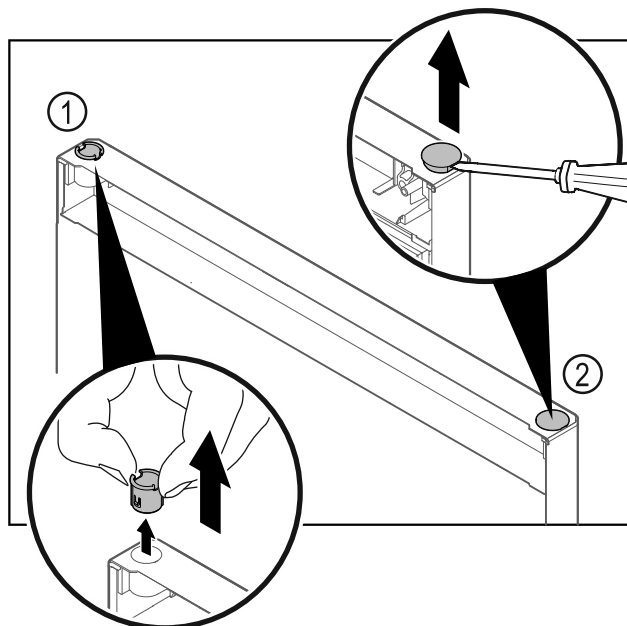

Fig. 31
- Pušo tečaja Fig. 31 (1) snemite s prsti.
- S ploščatim izvijačem previdno dvignite krovni čep Fig. 31 (2) in ga izvlecite.